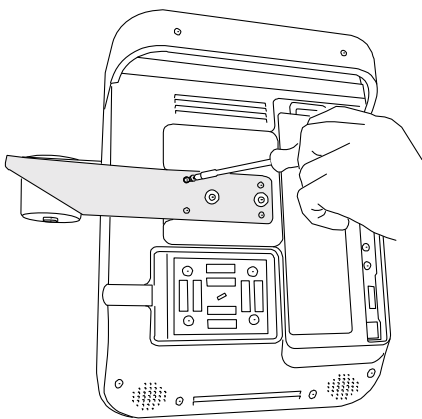

Abbildung 2 Schrauben am Schallkopfhalter anziehen
- 2 Ziehen Sie die vier Schrauben mithilfe eines Kreuzschlitzschraubendrehers an. Siehe Abbildung 2.
- ❖ Lösen Sie mithilfe eines Kreuzschlitzschraubendrehers die vier Schrauben an der Rückseite des Schallkopfhalters. Siehe Abbildung 2.